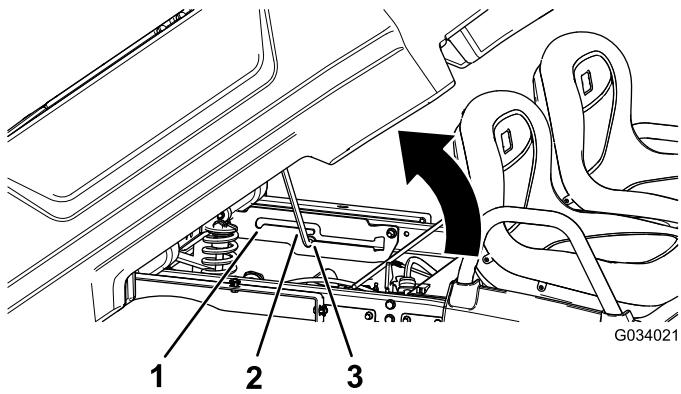

Figure 13
2. Engagez la béquille dans le cran de verrouillage pour bloquer le plateau en position de déchargement (Figure 13).
2. Engagez la béquille dans le cran de verrouillage pour bloquer le plateau en position d'entretien (Figure 13).
2. Sortez la béquille du cran de verrouillage (Figure 13).